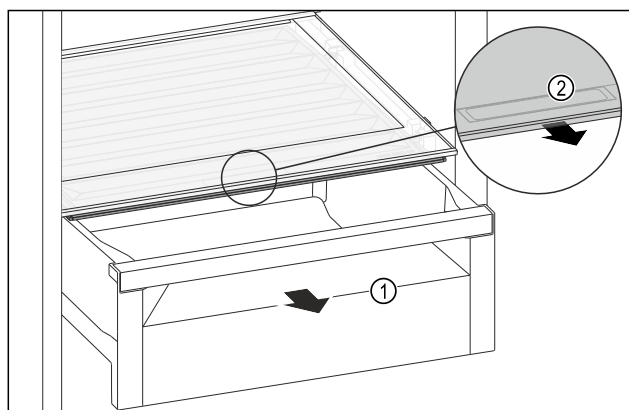

Fig. 84
- Estrarre il cassetto Fig. 84 (1).
- Afferrare la maniglia incassata Fig. 84 (2) sul coperchio dello scomparto e tirare allo stesso tempo in avanti il coperchio dello scomparto.